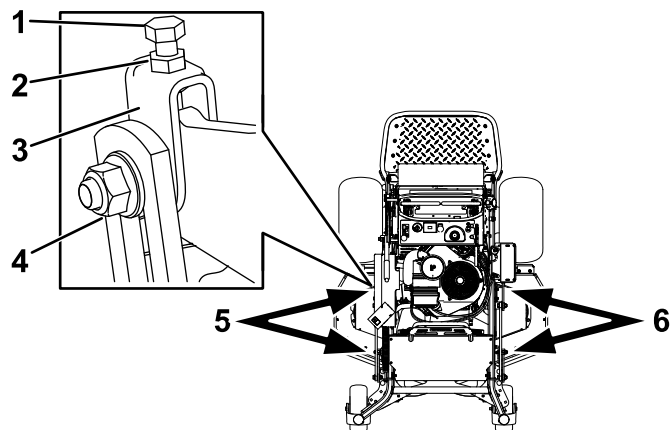

Figura 95
- Afloje la tuerca lateral y la contratuerca de las horquillas que desea ajustar (Figura 95).
- Gire el perno superior de las horquillas para ajustar la altura de la carcasa de corte (Figura 95).